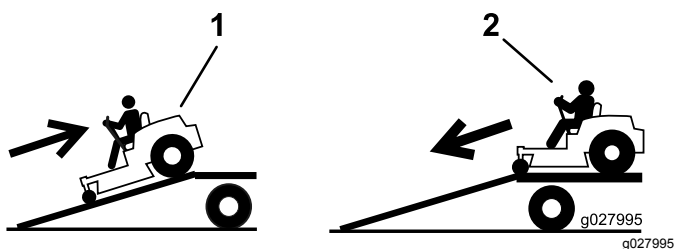

Figura 39
4. Suba a rampa em marcha atrás (Figura 39).
2. Desça a rampa em marcha para a frente (Figura 39).